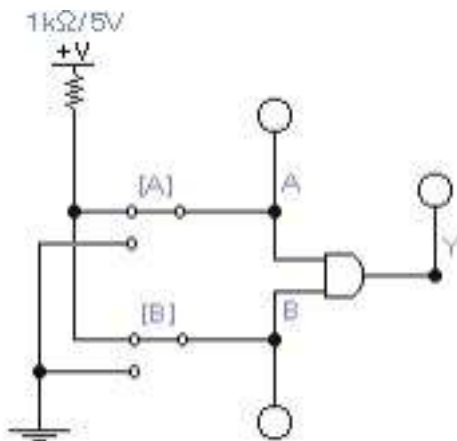

Рис. 1
Постройте схему, изображенной на рис.1 В этой схеме два двухпозиционных переключателя А и В подают на входы логической схемы И уровни 0 или 1.
Соберите соответствующую схему, используя схему рис.1 и дополнительный элемент НЕ (инвертор). Включите схему. Подайте на входы схемы все возможные комбинации сигналов А и В и для каждой комбинации зафиксируйте значение выходного сигнала. По результатам эксперимента составьте таблицу истинности данного элемента. По таблице истинности составьте аналитическое выражение функции данного элемента.
**Задание 3.** Исследование логической функции ИЛИ. Исходя из схемы рис.1, соберите схему для исследования элемента ИЛИ.